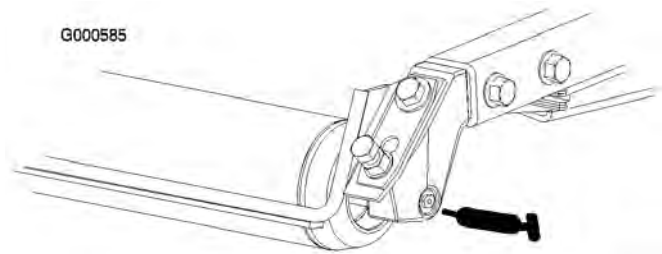

Figura 29
- Cojinetes de los rodillos traseros (2 por unidad de corte) (Figura 29).
Nota: Los acoplamientos engrasados de los rodillos (Figura 29) requieren el uso de un adaptador de boquilla para la pistola de engrasar. Solicite la Pieza N° 107-1998 a su Distribuidor Autorizado Toro.